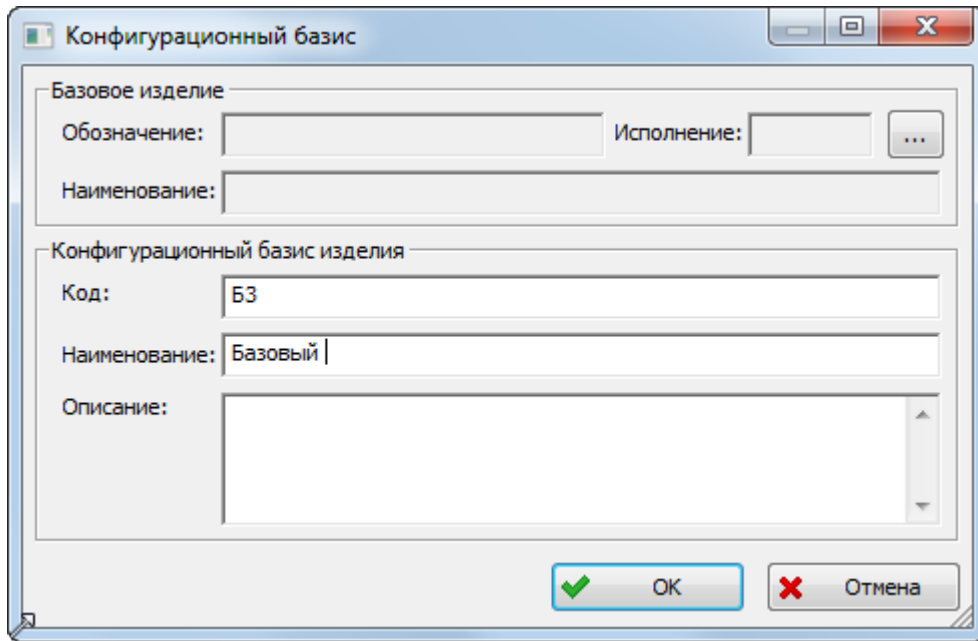

Рис. 13-40 – Окно свойств конфигурационного базиса
- 1) В левом окне редактора конфигурационных базисов нажать кнопку «Создать» панели «Базисы» на вкладке «Редактирование». После этого появится окно «Конфигурационный базис» (рис. 13-40).
- 2) После этого откроется окно свойств конфигурационного базиса, приведенное на рис. 13-40.